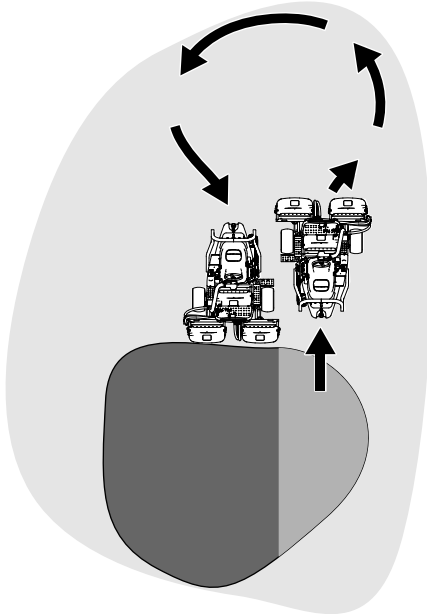

Figure 27
6. Pour réduire le temps de travail et faciliter l'alignement pour la passe suivante, tournez momentanément la machine dans la direction opposée, puis tournez-la vers la partie à tondre. Ce demi-tour en « goutte d'eau » (Figure 27) permet d'aligner rapidement la machine pour la passe suivante.